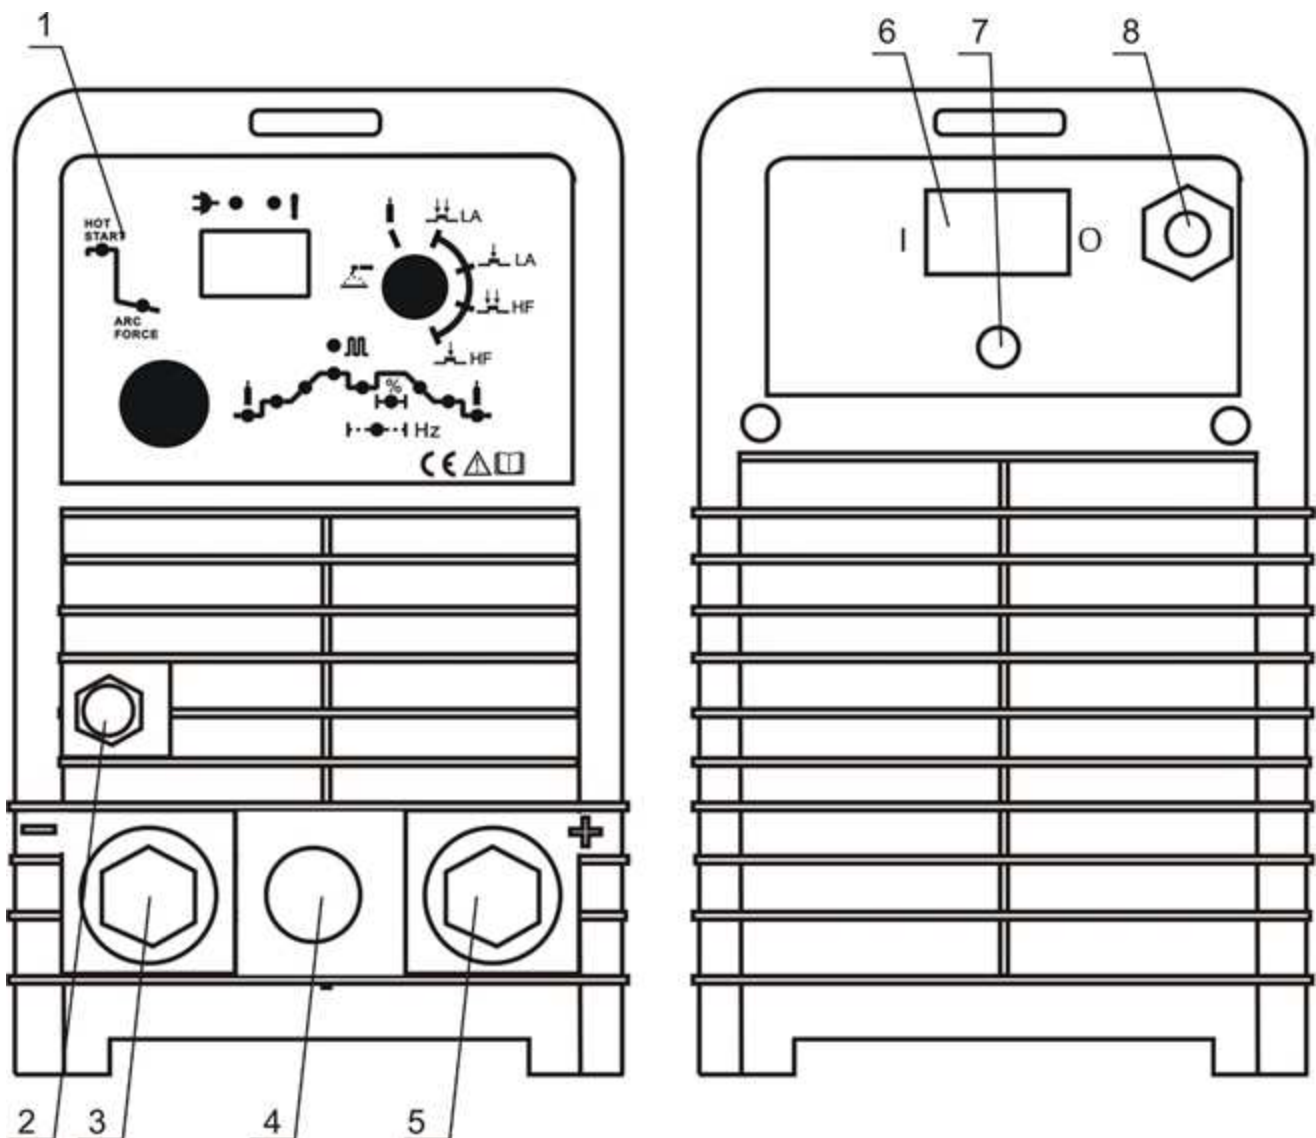

Abb. 1- Allgemeine Maschinenteile
3. Wählen Sie den Schalter (Abb. 2, Pos. 17) den Modus MMA (Abb. 2, Pos. 15) Maschine über Hauptschalter (Abb. 1, Pos. 6) einschalten.
4. Die Elektrodenzange und die Massezange gemäß den vom Hersteller der Schweißelektrode vorgegebenen Polaritäten an die Schnellkupplungen der Maschine anschließen (+) (Abb. 1, Pos. 5) (-) (Abb. 1, Pos. 3).
2. TIG Brenner an die Schnellkupplungen der Maschine anschließen (-) (Abb. 1, Pos. 3).